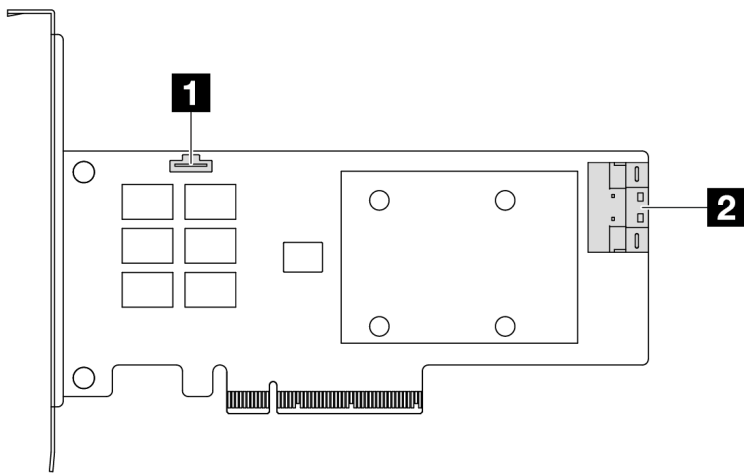

Figure 318. Un adaptateur SFF RAID/HBA Gen 4 8i (un connecteur de port)
- Figure 318 « Un adaptateur SFF RAID Gen 4 8i \(un connecteur de port\) » à la page 368